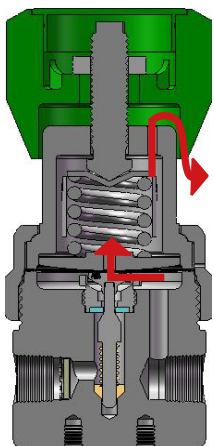

Abb. 1: Regler mit offener Selbstentlüftung
- Unbedenkliche Medien können durch eine Bohrung unterhalb des Griffes aus der Gehäusekappe in die Umgebung ausströmen (offene Selbstentlüftung). (Abb. 1)